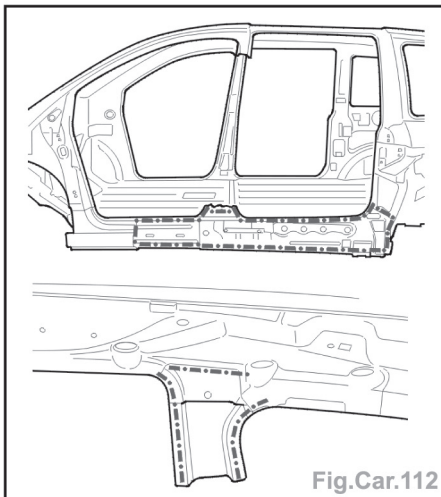

Fig.Car.112
- Préparer les bords d'accostage et les protéger par un apprêt soudable (Fig.Car.112).